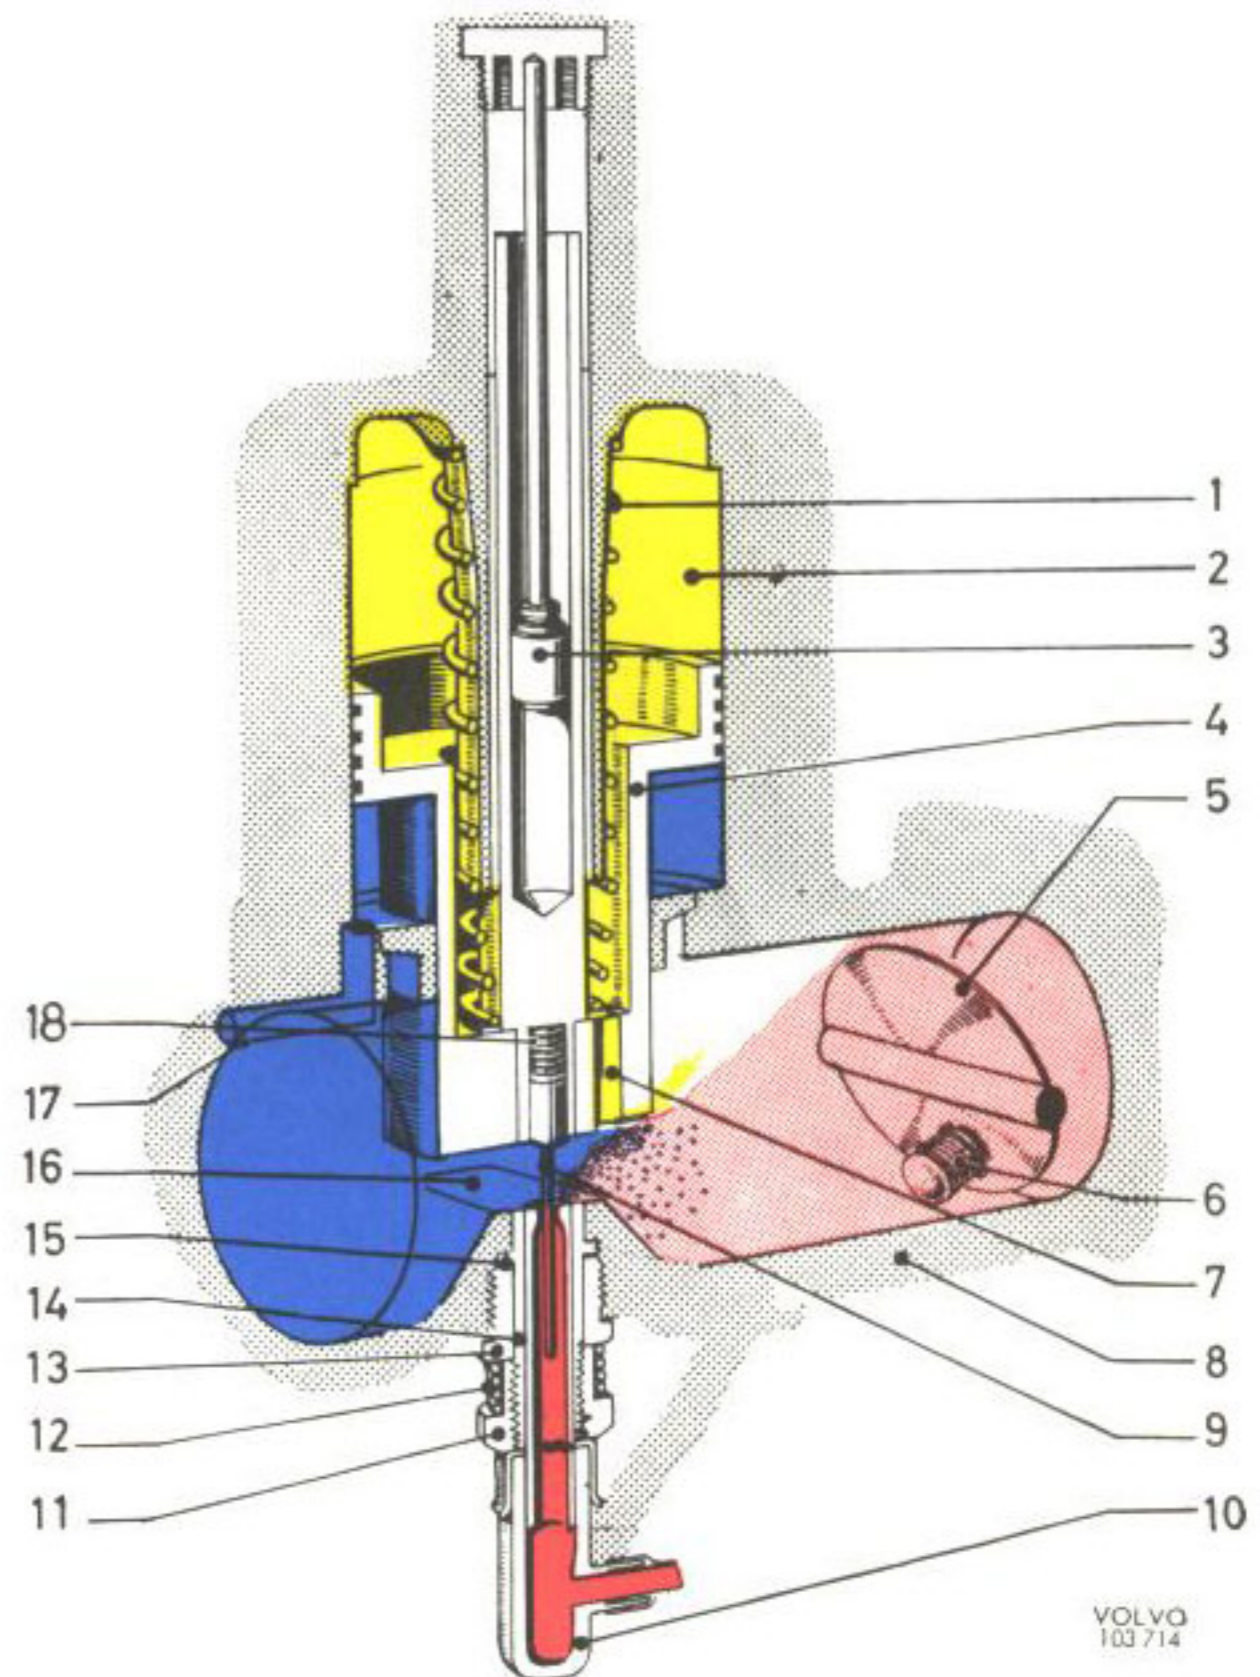

Bild 83. Förgasare, drift
Luftströmmen, som under drift passerar förgasarna, ökar i hastighet då den strömmar förbi den förträngning som benämnes bryggan (16, bild 83). Bränslet tillföres luftströmmen genom munstycket, som mynnar vid bryggan.
När vakuumkolven (4, bild 83) lyfts upp trycks dämpkolven (3) mot sitt säte och hindrar oljan att strömma förbi från undersidan till ovasidan av dämpkolven och kolvens (4) rörelse bromsas. Härigenom uppstår temporärt ett starkare vakuum ovanför munstycket och bränsleluftblandningen blir tillfälligt fetare.
Förhållandet bränsle/luft ställes in med justermuttern (11, bild 83) vid munstycket och inställningen göres vid tomgång för hela varvtalsområdet.